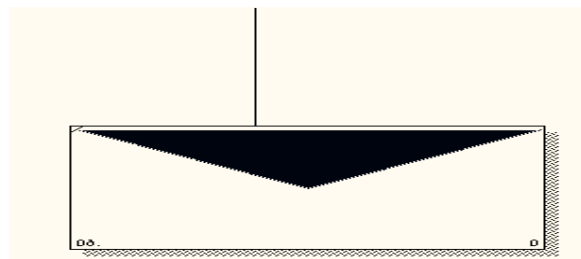

Рис. 1.11. Построение дуги управления
3. Подвести курсор мыши к верхней стороне блока до образования темного треугольника и щелкнуть левой кнопкой мыши (рис. 1.11.).